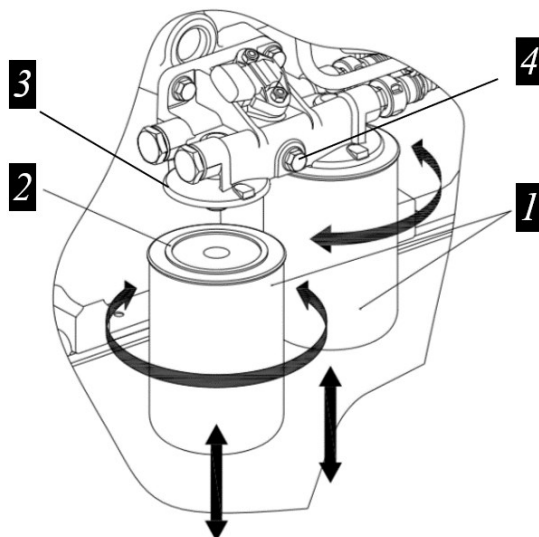

Рисунок 5.30. Фильтры тонкой очистки топлива ЯМЗ-536
- ▶ Отвернуть сменные фильтры для топлива 1 рис. 5.30. В случае затруднённого